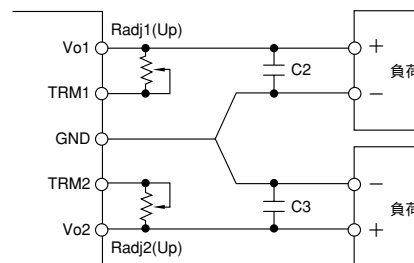

図3-2 可変抵抗接続 (トリムアップ)
a) Vo1/Vo2 端子間に接続することにより高く設定することができます。図3-2 参照